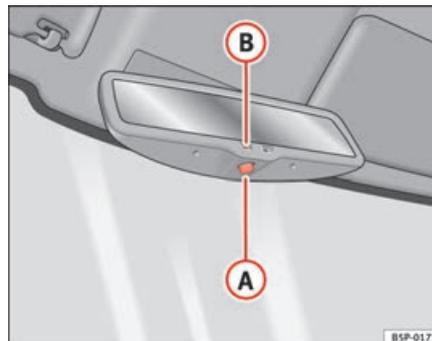

Fig. 70 Specchio retrovisore interno fotocromatico.
- Premere il tasto **A** ⇒ fig. 70. La spia **B** si spegne.
- Premere il tasto **A** ⇒ fig. 70. La spia si accende.